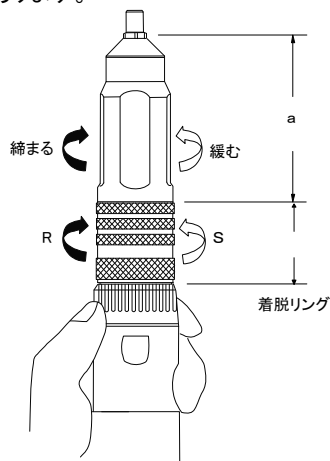

図4
- 1) ヘッドをモーターに取付けたまま、図4のa部を「緩む」の方向へ2周程度 手で回します。(固くて回らない場合は、ゴム手袋等の滑り止めをお使いください。)